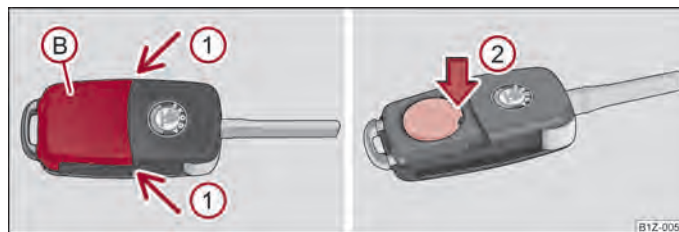

Fig. 10 Llave de radiotelemando - retirar la tapa/retirar la batería
Cada llave principal de radiotelemando contiene una batería que está alojada debajo de la tapa (B) → fig. 10. Si la pila está descargada, el piloto de control control rojo (A) no parpadea después de pulsar una tecla de la llave con mando a distancia → fig. 9. Le recomendamos que lleve a cambiar la pilas de la llave a un concesionario autorizado ŠKODA. Si, de lo contrario, desea cambiar la pila descargada Vd. mismo, proceda como sigue:
- Retire la tapa de la pila presionando con el pulgar o con un destornillador plano en la posición de la flecha ① → fig. 10.
- Retire la batería descargada de la llave presionándola hacia abajo en el lugar de la flecha ② → fig. 10.